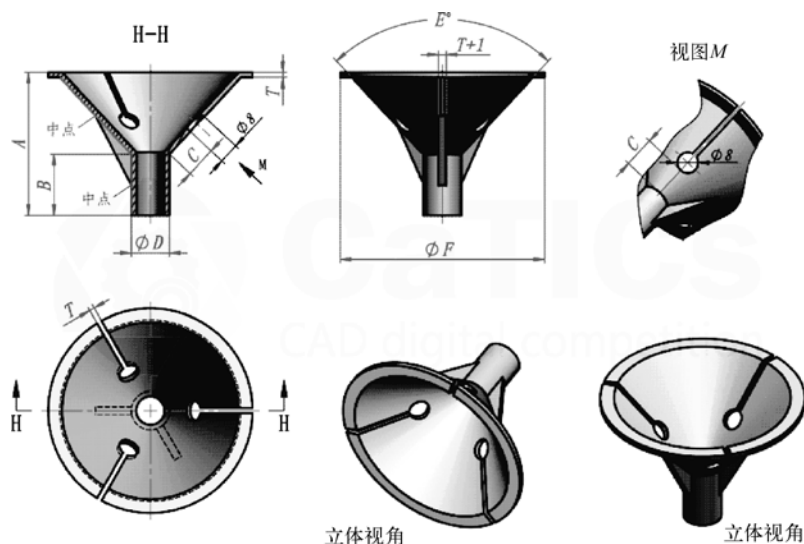

图 5-180 模型 1
(1) 参照如图 5-180 所示的图形，注意其中的阵列、中点等几何关系，图中未标注的厚度均为T。